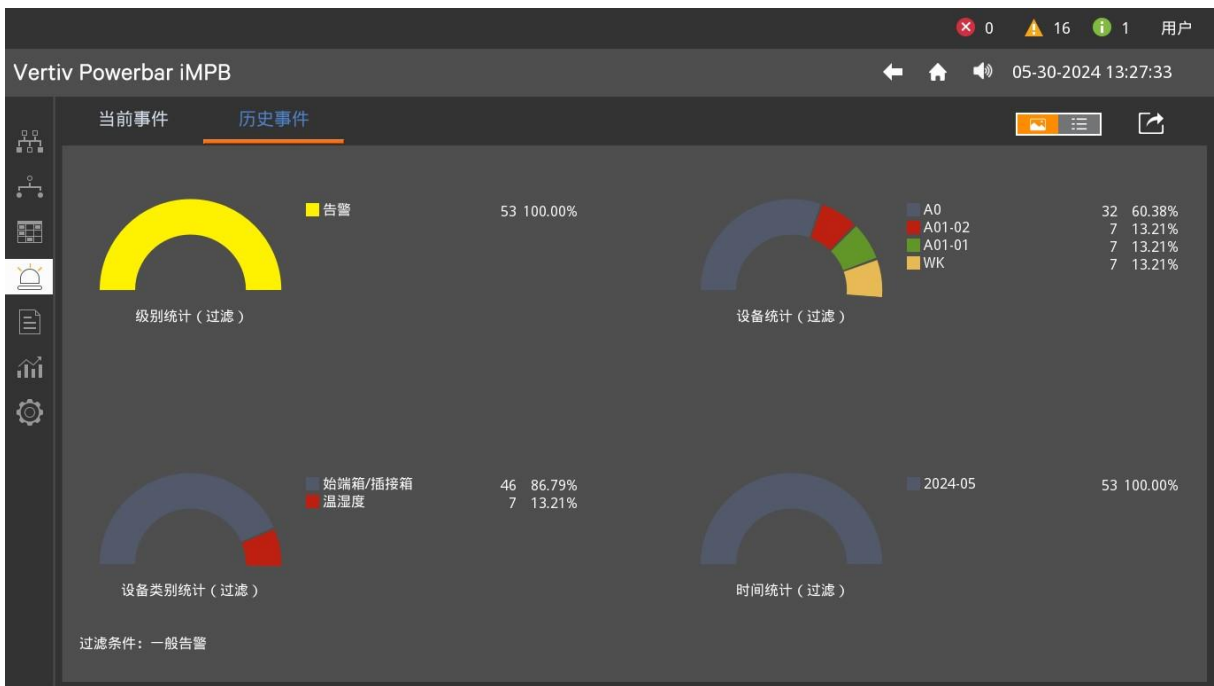

图3-14 有过滤条件的饼图
- 2) 显示有过滤条件的饼图：点击图标，切换到事件页面，点击过滤漏斗添加过滤条件后切换到饼图页面，显示结果如图 3-14 所示。